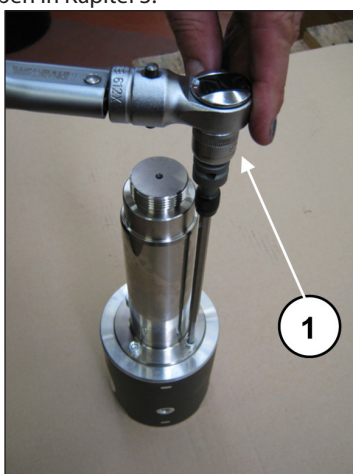

Abb. 46
Spannen Sie die Pleueiführung mithilfe des speziellen Werkzeugs in einen Schraubstock und eichen Sie die Schrauben mit einem Drehmomentschlüssel (Pos. ①, Abb. 46) gemäß Angaben in Kapitel 3.